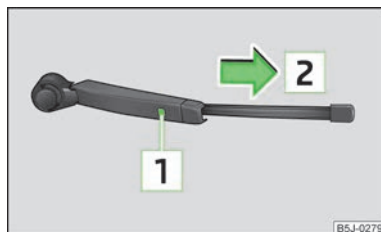

Fig. 34
- Ridicați brațul ștergătorului de pe geam și poziționați lamela astfel încât să formeze un unghi drept cu brațul ștergătorului » fig. 34.